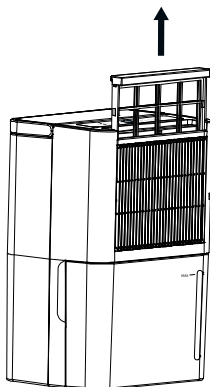

Abb. 6
- ◆ Het luchtfilter **3** bevindt zich achter het luchtinlaatrooster **2**. Pak met de vingers het greepvlak van het luchtfilter **3** vast en trek het luchtfilter omhoog uit het apparaat (zie afb. 6).